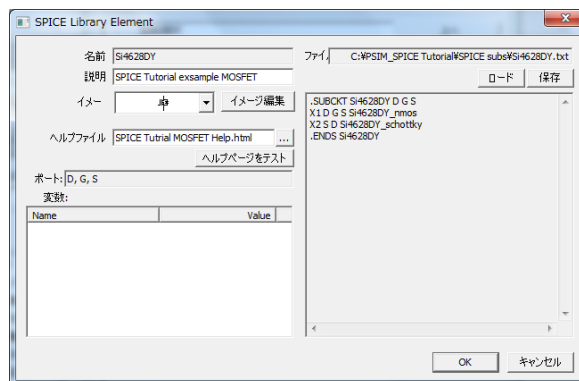

図 2-18 SPICE ライブラリ素子の入力例画面
- ・ “Si4628DY”をダブルクリックすると図 2-18 のように SPICELibrary 素子のエディタが開きます。このエディタではサブサーキットの定義、名前、ノード、パラメータとデフォルト値が自動的に構文解析され読み込まれています。